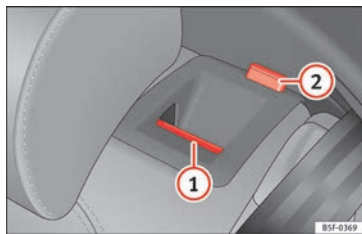

Fig. 155 Sullo schienale del sedile posteriore: tasto di sblocco ①; tacca rossa ②.
- Tirare il tasto di sblocco » fig. 155 ① in avanti e, contemporaneamente, abbattere lo schienale.
- Lo schienale posteriore è sbloccato quando si vede la tacca rossa sul tasto ②.
Lo schienale posteriore è sbloccato quando si vede la tacca rossa sul tasto » fig. 155 ②. »